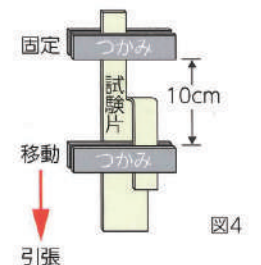

図4
- B. 試験概要** サンプルングした試験片を図4に示す通り引張試験機のつかみに取付け、下記の条件で引裂試験を行い、引き裂く時に示す最大強さ[kgf(N)]を測定し、3回の平均値で表す。